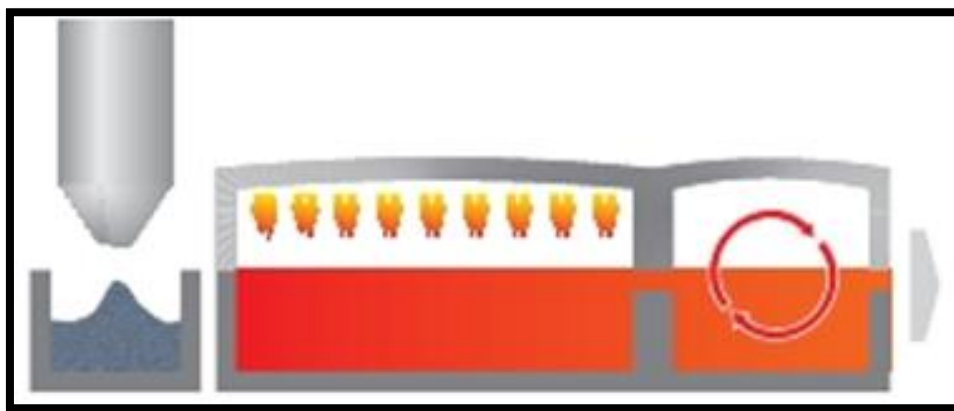

Fig.II.9. Composition verrière et four de fusion [11]
Le mélange est humidifié afin d'éviter la ségrégation des grains des différentes matières et de dégagement de poussière. **(Fig.II.9)**
- Le conditionnement thermique où le verre peu visqueux est refroidi jusqu'à ce que la viscosité corresponde aux exigences du procédé de mise en forme. **[10] (Fig.II.9)**